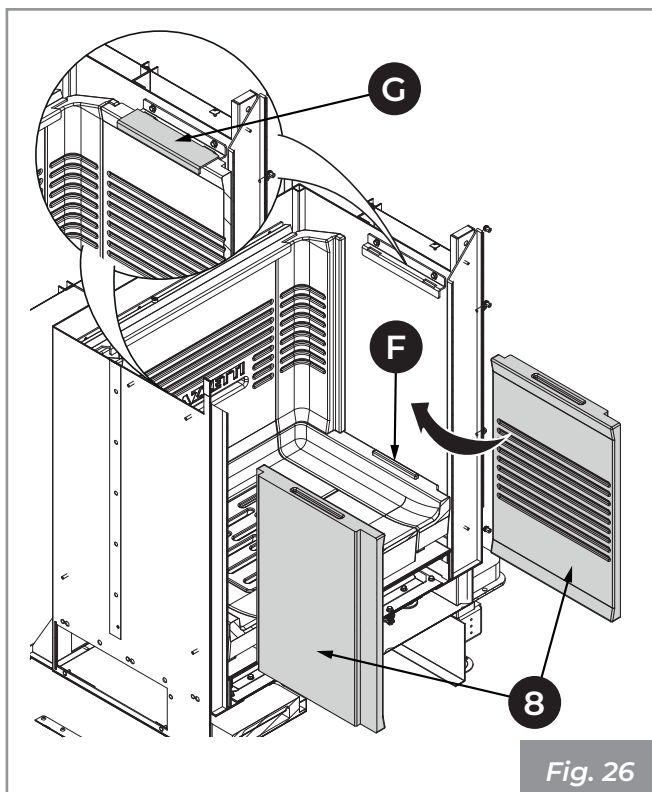

Fig. 26
- 10) Placer les plaques latérales réfractaires (8) dans la chambre de combustion et les faire délicatement glisser doucement en position, en les centrant avec les protubérances (F) présentes à la base en réfractaire (Fig. 26).
- 11) Appliquer les supports de blocage supérieurs (G) qui alignent les plaques latérales sur la paroi arrière.